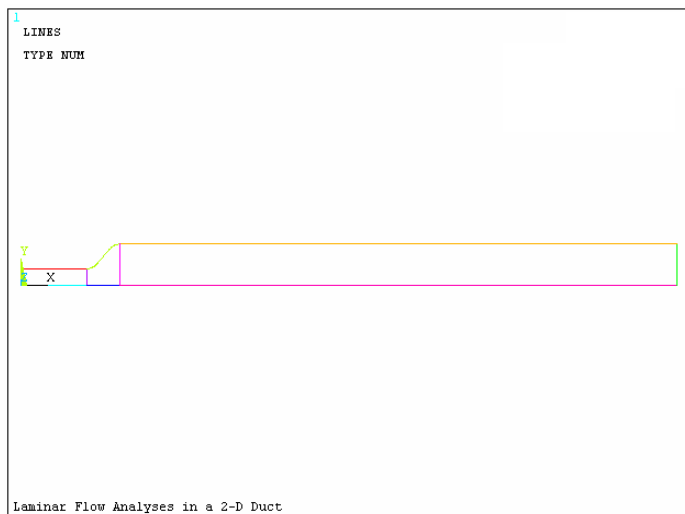
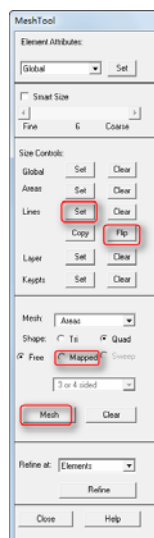

图 5-85 重新绘制直线和曲线
图 5-86 “MeshTool”对话框
①定义单元网格密度：依次选择 Utility Menu→Plot→Lines，重新绘制直线和曲线，如图 5-85 所示。依次选择 Main Menu→Meshing→MeshTool，会弹出“MeshTool”对话框，如图 5-86 所示。